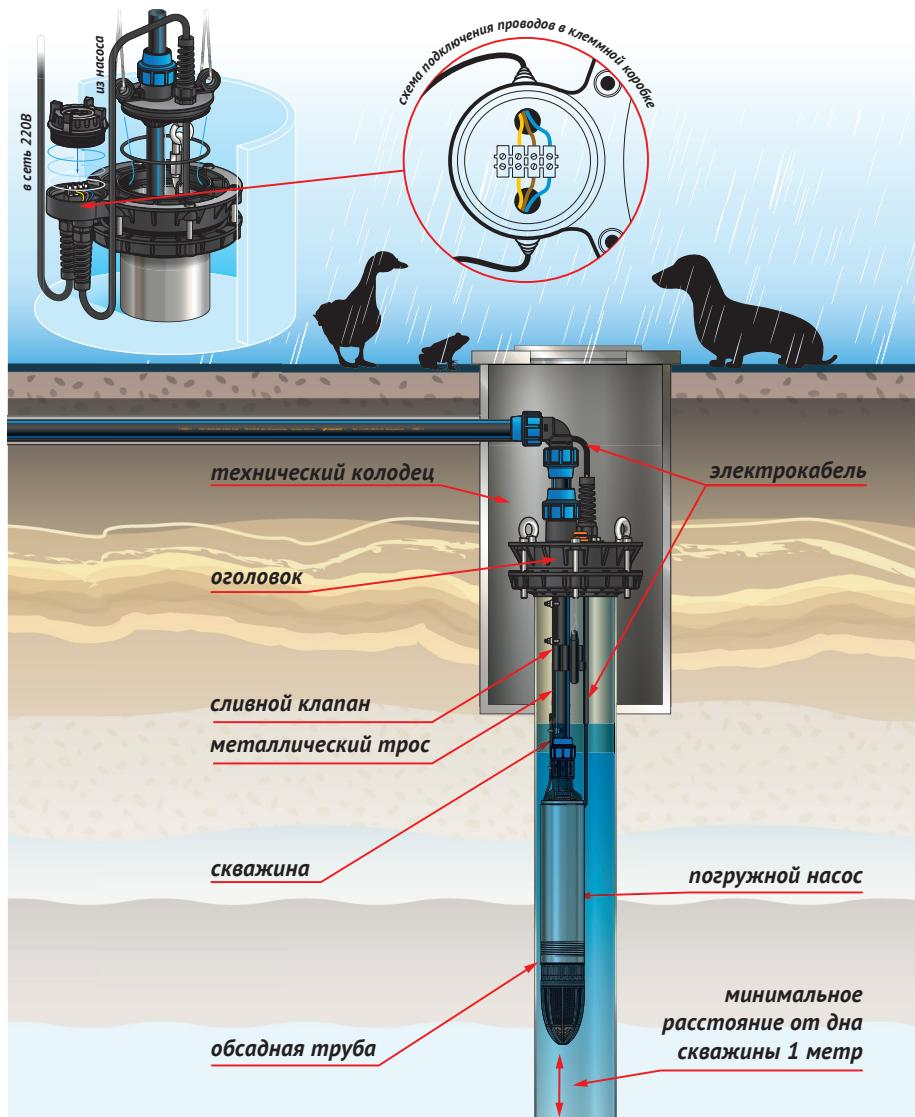

Рисунок 7
Перед монтажом оголовка (рисунок 7) необходимо:
- В оголовках с индексом «Б» и «А», имеющих базовую (стационарную) часть, в основании выполнена клеммная коробка, закрывающаяся резьбовой герметичной крышкой. Коробка имеет гермовводы (входят в комплект поставки) питающего сетевого кабеля и электрокабеля насоса. В коробке закреплена винтовая клеммная колодка для коммутации сетевого кабеля и электрического кабеля насоса. Подключение производится по схеме (рисунок 7).
| 4. Не поступает напряжение на насос (для оголовков с индексом «Б»). | 4.1. Отсутствие напряжения в сети. 4.2. Контакты в клеммной коробке не соединены. | 4.1. Проверить напряжение в сети. 4.2. Соединить контакты в клеммной коробке (рисунок 7). |